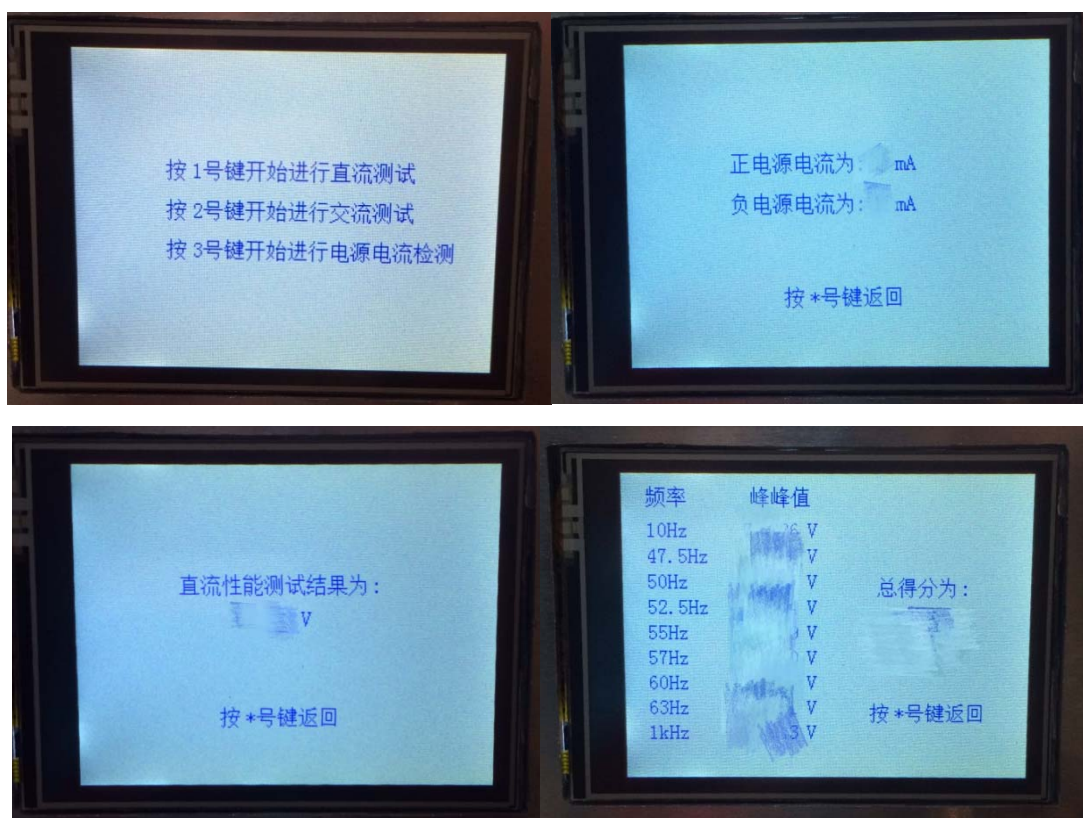

图 4 测试界面及测试最终结果
- 3) 在上述测试均合格后，方可进行交流放大性能的指标测试。按 2 键，测试仪器依次产生出特定频率的正弦信号，同时测试经过陷波后的信号。在测试每个频点时，会显示被测信号的实时采样波形、峰峰值及频率，以便确认参赛作品输出波形的有效性。所有频点都测试完毕后，各频点的峰峰值测量结果及总得分在液晶屏上显示，记录总得分。图 4 为参赛作品各部分的测试结果。